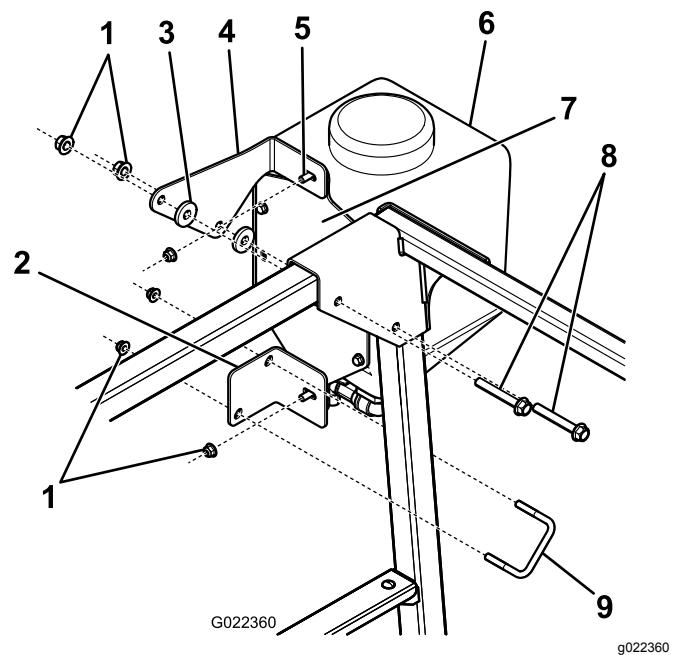

Figura 25
1. Instale los soportes superior e inferior del depósito de agua limpia en el depósito de agua limpia usando 2 pernos con arandela prensada y tuercas con arandela prensada (Figura 25).
2. Sujete el soporte superior del depósito de agua limpia al ROPS con 2 arandelas, 2 pernos y las tuercas existentes (Figura 25).
3. Sujete el soporte inferior del depósito de agua limpia al ROPS con la abrazadera y 2 tuercas con arandela prensada (Figura 25).